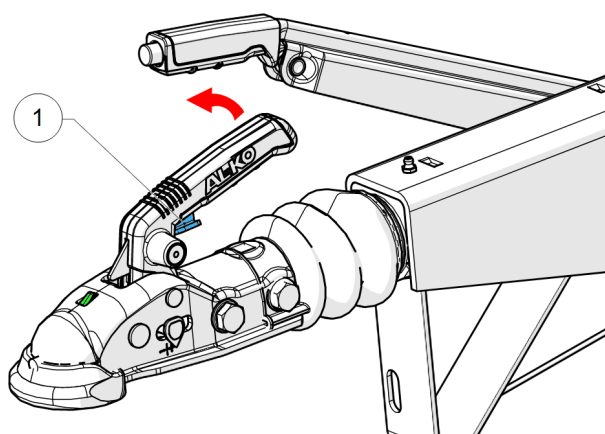

Abbildung 25 - Kugelpkupplung
5. Halten Sie den Griff an der Kugelpkupplung fest, drücken Sie die Sperre (1, Abbildung 25) mit Ihrem Zeigefinger und heben Sie den Griff.